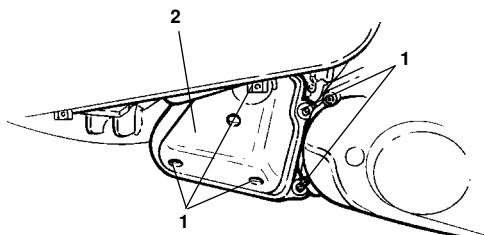
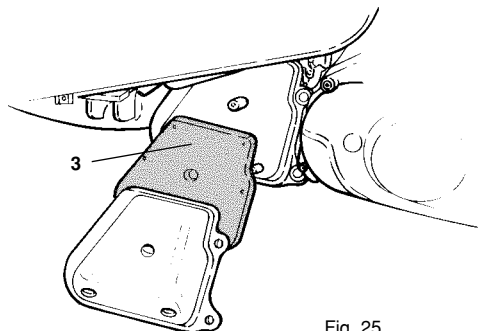

Fig. 24
Fig. 25
- Per accedere al filtro aria (dopo aver rimosso il puntone - vedi pag. 46): svitare le viti (1 - Fig. 24).
- Estrarre il coperchio (2 - Fig. 24) e rimuovere l'elemento filtrante (3 - Fig. 25).
- To access the filter (after removing the lower side panel - see page 47) remove the bolts (1 - Fig. 24).
- Pull off the cover (2 - Fig. 24) and remove the filter (3 - Fig. 25).